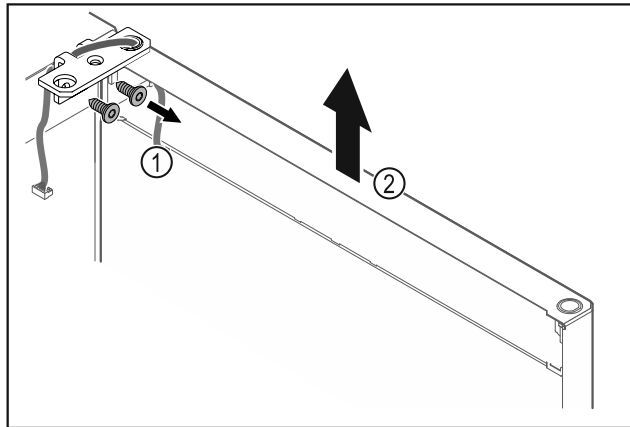

Fig. 16
- Scharnierwinkel Fig. 16 (1) abschrauben.
- Tür inklusive Scharnierwinkel Fig. 16 (2) circa 200 mm gerade nach oben heben und abnehmen.